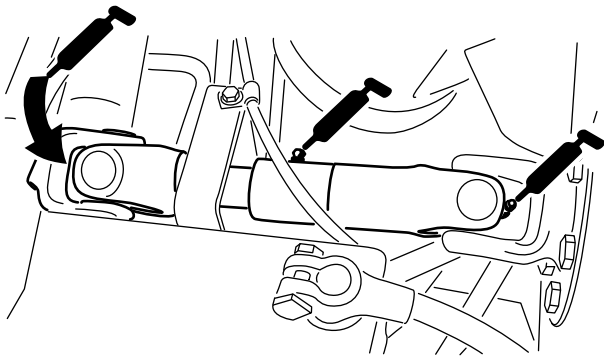

Figura 47
- Articulación de cardán del árbol de transmisión de la bomba (3) (Figura 47).